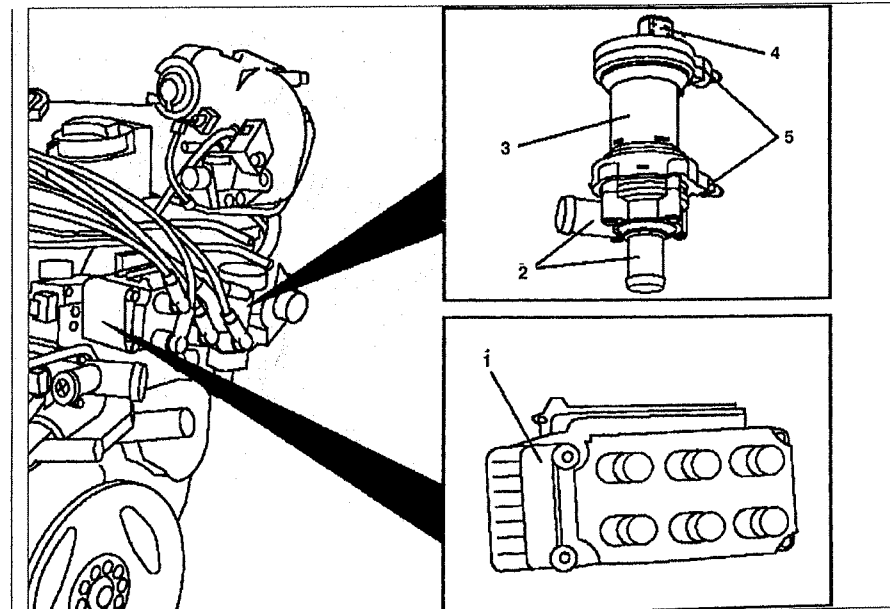

Рис. 3.39. Циркуляционный насос:
2. Снимите катушку зажигания 1 (см.рис.3.39).